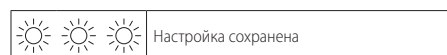

Рис. 35
- 8 Чтобы сохранить настройки, нажмите кнопку сброса 9 на Рис. 5 и удерживайте ее в течение 5 секунд, при этом все индикаторы будут мигать одновременно как на Рис. 35 (условные обозначения индикаторов Рис. 31)